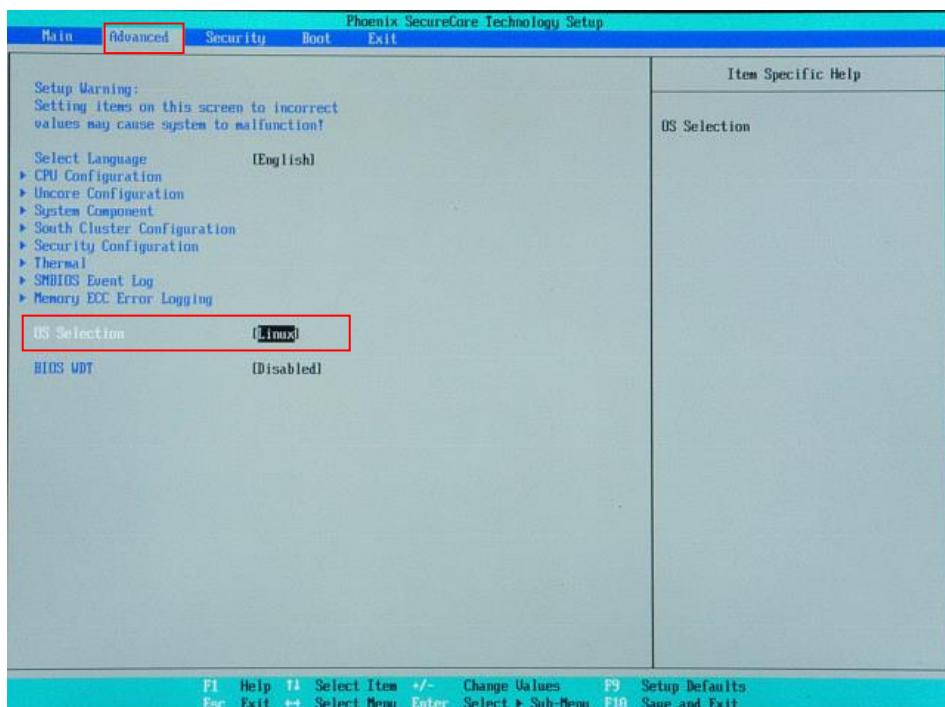

図 5-1-2-1. BIOS 設定 Advanced メニュー
- ⑦ [Boot] メニューを選択します。(図 5-1-2-2)
⑧ [USB CD] (接続したUSB-DVD ドライブ)を[ATA HDD0] (m-SATA メインストレージ)よりも上に設定します。